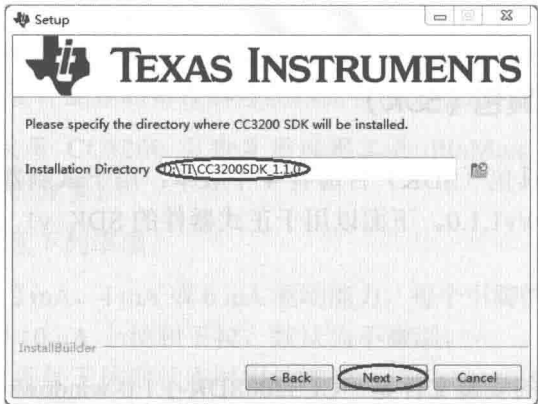

图 2.3 CC3200 SDK v1.1.0 安装目录
(3) 阅读许可协议，选择 “I accept the agreement”（我接受此协议），单击 “Next”（下一步）按钮，显示如图 2.3 所示的安装目录。